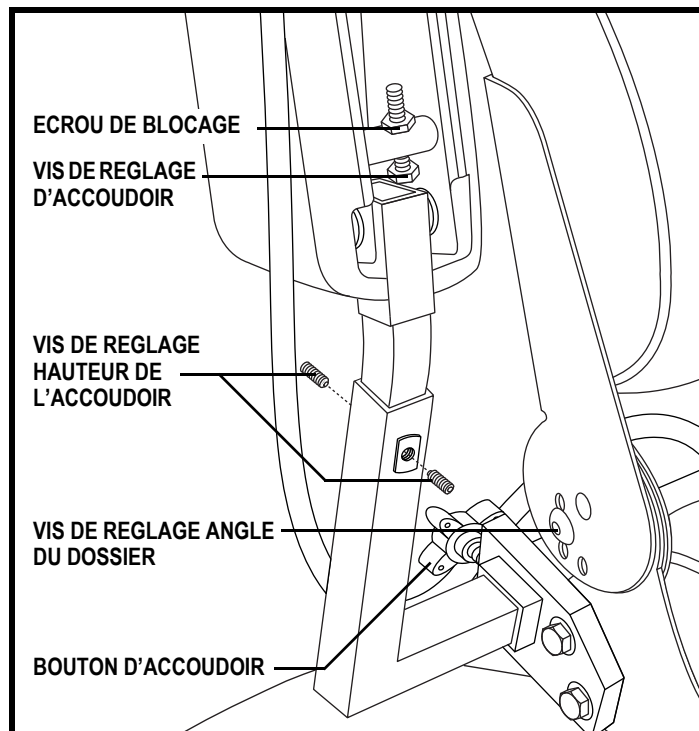

Figure 12. Réglage accoudoirs et dossier
**Voir la figure 12.**
1. Repérez les deux boutons d'accoudoir sur le support des accoudoirs. **Voir la figure 12.**
1. Desserrez les vis de réglage sur les dos de chaque support d'accoudoir. **Voir la figure 12.**